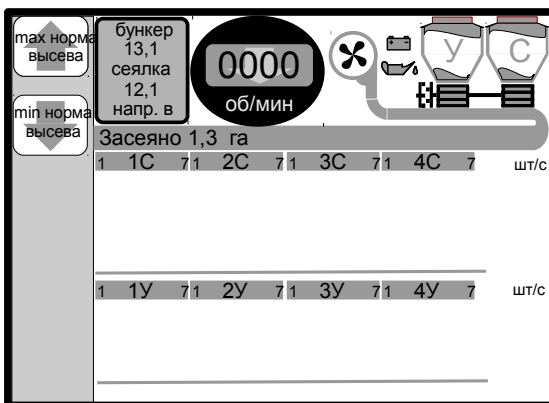

Рисунок 4.8. Режим КОНТРОЛЬ.
- с отдельной системой высева – рис. 4.8.